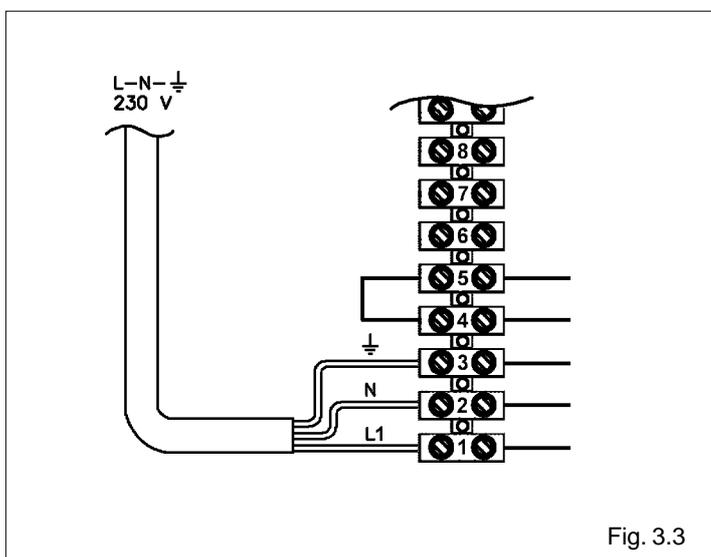

Fig. 3.3
- Quitar la tapa de protección (A) tras desenroscar los dos tornillos de fijación (fig. 3.3);
- conexión de la alimentación eléctrica (fig. 3.3)